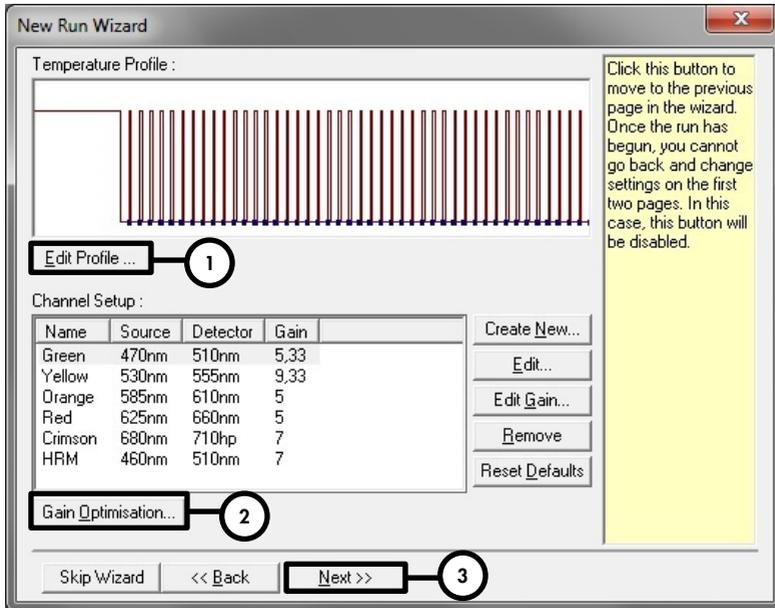
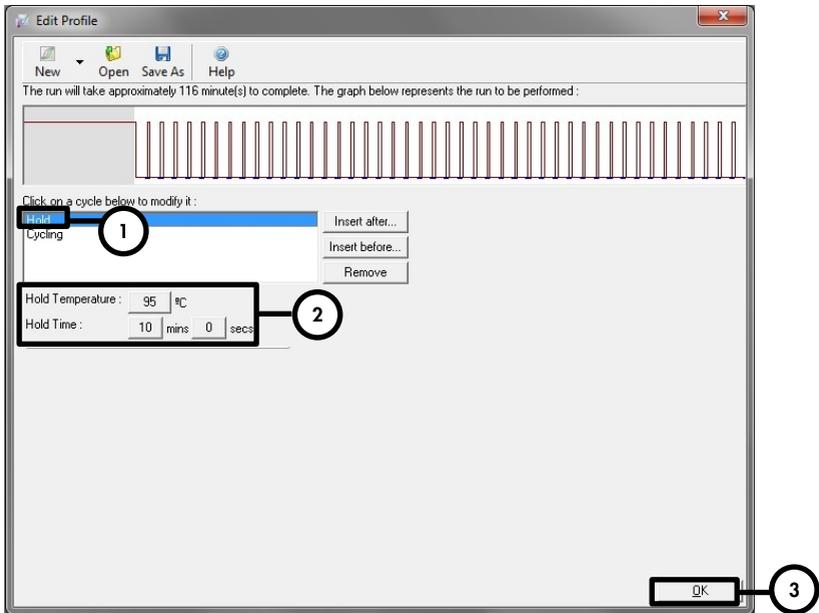
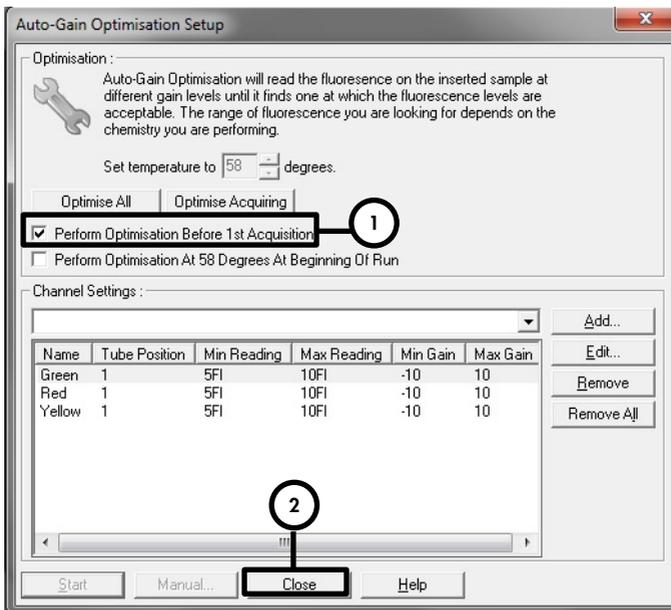

Abbildung 4: Bearbeiten des Profils.
Abbildung 5: Initiale Aktivierung des Hot-Start-Enzyms.
Abbildung 7: Einstellen der Sensitivität der Fluoreszenzkanäle
Initiale Aktivierung des Hot-Start-Enzyms	Abbildung 5
Einstellen der Sensitivität der Fluoreszenzkanäle	Abbildung 7
9. Klicken Sie im nächsten Dialogfeld des **New Run Wizard** (Assistent für neue Läufe) auf **Edit Profile** (Profil bearbeiten) (Abb. 4) und programmieren Sie das Temperaturprofil wie in Abb. 5 und 6 dargestellt.
10. Der Messbereich der Fluoreszenzkanäle muss auf die Fluoreszenzintensitäten in den PCR-Röhrchen abgestimmt werden. Klicken Sie im Dialogfeld **New Run Wizard** (Assistent für neue Läufe) auf **Gain Optimisation** (Optimierung der Verstärkung) (Abb. 4, Schritt 2), um das Dialogfeld **Auto-Gain Optimisation Setup** (Einrichtung der automatischen Verstärkungsoptimierung) zu öffnen (Abb. 7). Aktivieren Sie das Kontrollkästchen **Perform Optimisation Before 1st Acquisition** (Optimierung vor erster Akquisition durchführen) (Abb. 7). Achten Sie darauf, dass alle drei Kanäle (Green, Red und Yellow) für **Auto-Gain Optimisation** (Automatische Verstärkungsoptimierung) ausgewählt sind (Abb. 7). (Wählen Sie die Kanäle im Dropdown-Menü unter **Channel Settings** [Kanaleinstellungen] und klicken Sie auf **Add** [Hinzufügen].) Klicken Sie im Dialogfeld **Auto-Gain Optimisation Setup** (Einrichtung der automatischen Verstärkungsoptimierung) auf **Close** (Schließen), wenn die Verstärkungskalibrierung abgeschlossen ist.